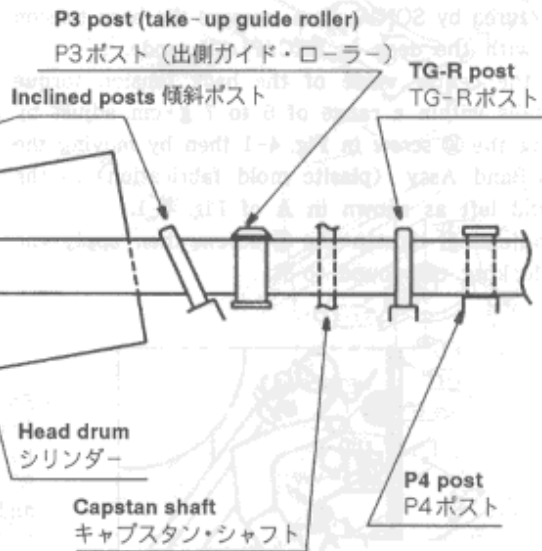

Fig. 4-4
- 2). Turn the P3 post (take-up side guide roller) clockwise using a wrench until the margin area on the envelope (take-up side) disappears, then turn the guide roller counterclockwise until the margin area reappears. (Fig. 4-4)
- 2). P3 ポスト(出側ガイドローラー)を二股レンチにて右に回し、エンベロープの出側のマージン・エリア部が無くなるまで下げ、今度はガイドローラーを左に回し、マージン・エリア部が出るまで戻す。(Fig. 4-4)